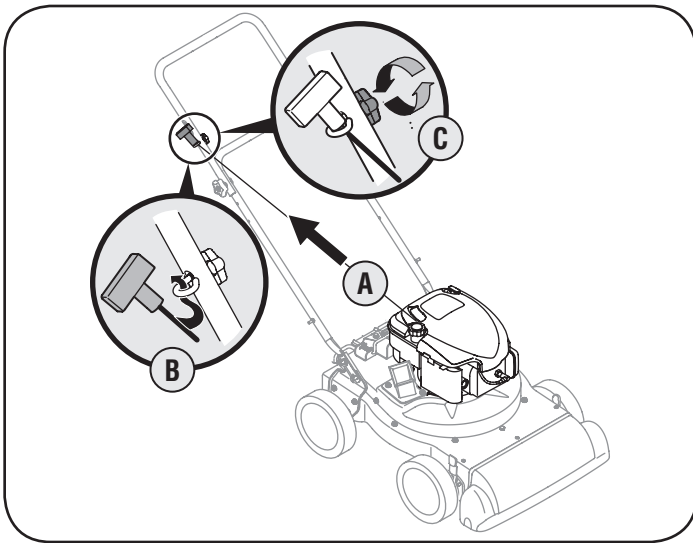

Figura 4
- a. Tire lentamente de la cuerda de arranque para sacarla del motor. Vea la figura 4.
- c. Ajuste la tuerca a mariposa. Vea la figura 4.